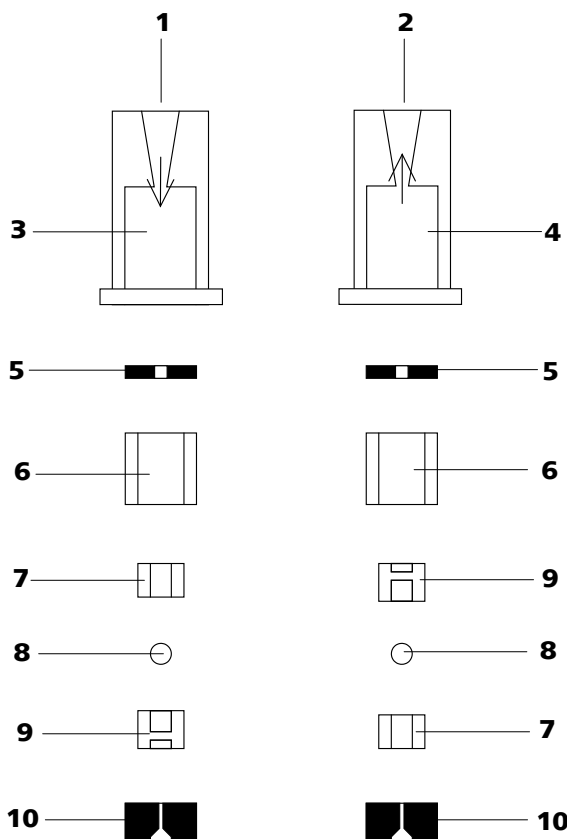

Figure 28 Composants des vannes d'admission et d'échappement
- La vanne d'admission et d'échappement sont composées des mêmes composants qui seulement sont placés différemment (voir Figure 28, page 56).
Recomposer les composants de la vanne conformément à la figure 28, page 56.
- Placer les autres composants de la vanne l'un sur l'autre en l'ordre (voir Figure 28, page 56) correct.
Si ce n'est pas le cas, la vanne doit être désassemblée de nouveau et rassemblée correctement (voir Figure 28, page 56).